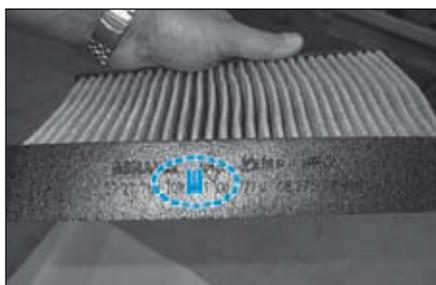

FIG.3
- Respecter le sens de montage du filtre. Les flèches sur le filtre doivent être orientées vers l'habitacle (Fig.3).